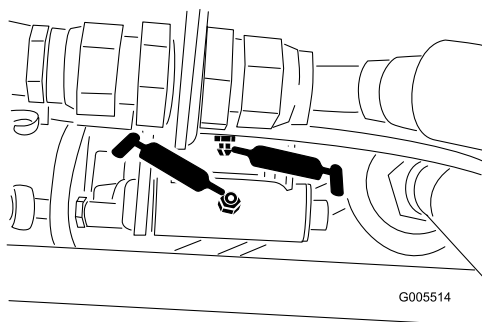
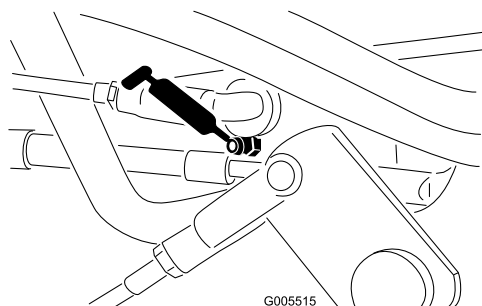

Figure 45
Figure 46
- Tringlerie de sélecteur de vitesses (Figure 45 et Figure 46)